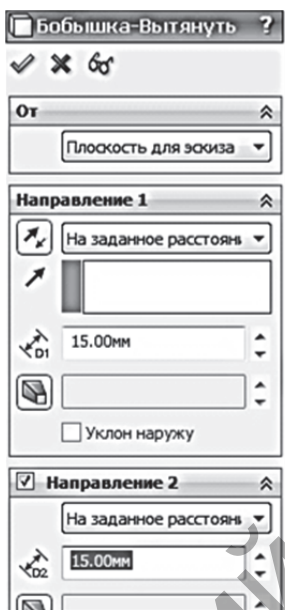

Рисунок 12.3
2. Выделите в дереве конструирования построенный эскиз и выберите команду «Вытянутая бобышка/основание» (рис. 12.3). С помощью панели свойств выполните выдавливание в обе стороны от плоскости эскиза, для дальнейшего удобства задав величину выдавливания по **15 мм** в каждую сторону.